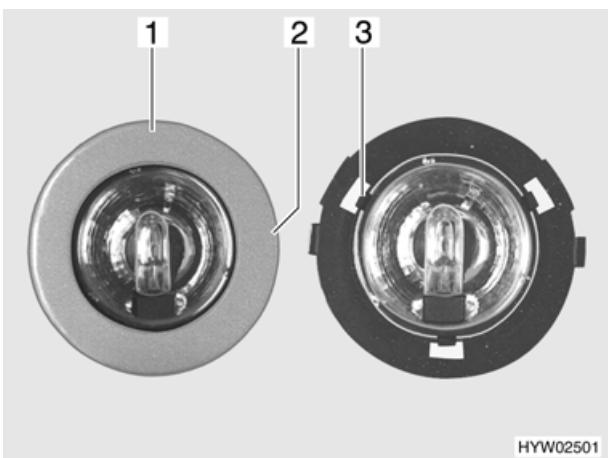

Bild 101 Toilettenraumleuchte (B 584)
- Langsam die Blende (Bild 101,1) drehen, bis die Nase (Bild 101,2) des Gehäuses in der darunter liegenden Blendennut einrastet.
- 3 Klemmern (Bild 101,3) halten die Glasscheibe der Halogenleuchte im Gehäuse. Eine der 3 Klemmern zur Seite drücken.